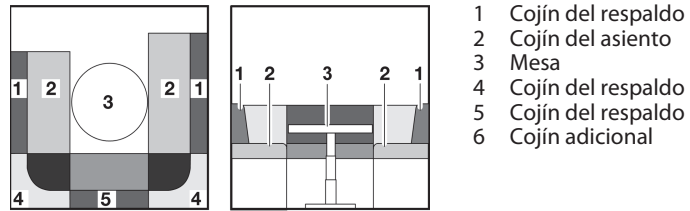

Fig. 71 Antes de la transformación
- Transformar la mesa (Fig. 71,3) en base de cama (véase apartado 7.7).